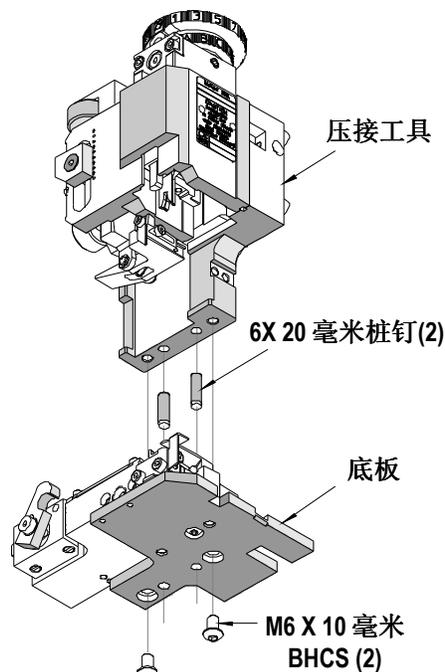

图 2-5
4. 有些压接工具需要将压接工具框从底板卸下。做法是卸下位于底板中央的两颗 M6 BHCS 螺丝。参阅图 2-5。